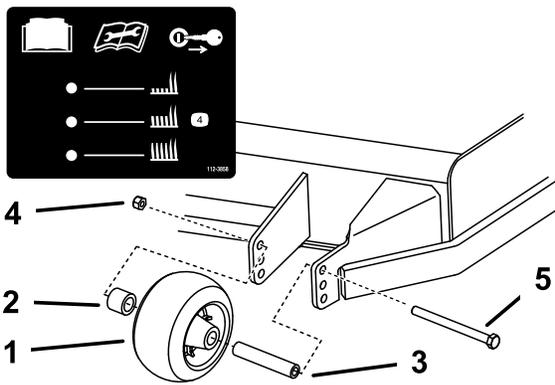

Figura 31
3. Ajuste los rodillos protectores del césped, tal y como se muestra en la Figura 31.